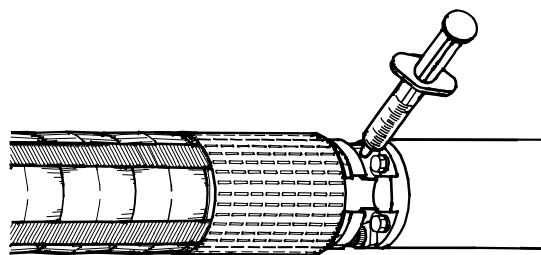

Fig. 7 Påfyldningsventilens placering
1. Vip filteret foran ventilen øverst på motoren ud med en skrue-trækker. Har filteret kærnv, skrues det ud. Placeringen af påfyldningsventilen fremgår af fig. 7.
2. Tryk fyldesprøjten mod ventilen, og indpump væske, fig. 7. Trykkes ventilkeglen for langt ind, kan den beskadiges, og derved kan ventilen blive utæt.